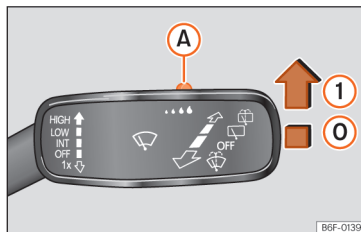

Fig. 109 Maneta ștergătoarelor de parbriz: reglați senzorul de ploaie **A**.
Împingeți maneta în poziția dorită » **fig. 109.**
- ① Senzor de ploaie dezactivat.
- ① Senzor de ploaie activ; ștergere automată dacă este necesar.
- ① Setarea nivelului de sensibilitate a senzorului de ploaie:
După decuplarea și recuplarea contactului, senzorul de ploaie va rămâne activat și va începe să funcționeze din nou când ștergătoarele sunt în poziția » **fig. 109**① și autovehiculul rulează cu viteză mai mare de 16 km/h (10 mph).